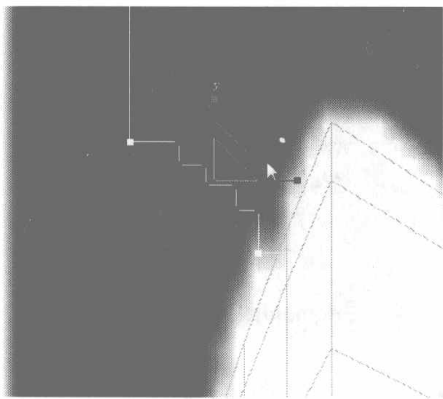
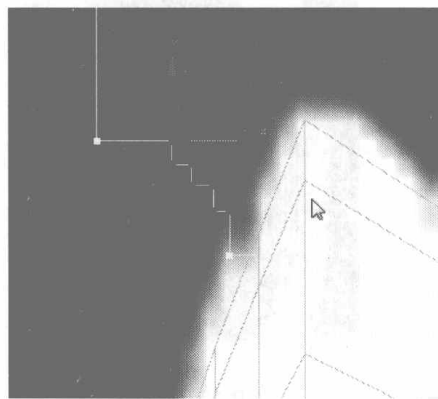

图 6.363
图 6.364
- 08 进入 Modify 控制面板中单击  按钮, 切换为节点编辑, 在 Front 视图中选择如图 6.363 所示的节点, 再在工具栏中单击  按钮, 将选择的节点进行适当地缩放调整, 如图 6.364 所示。